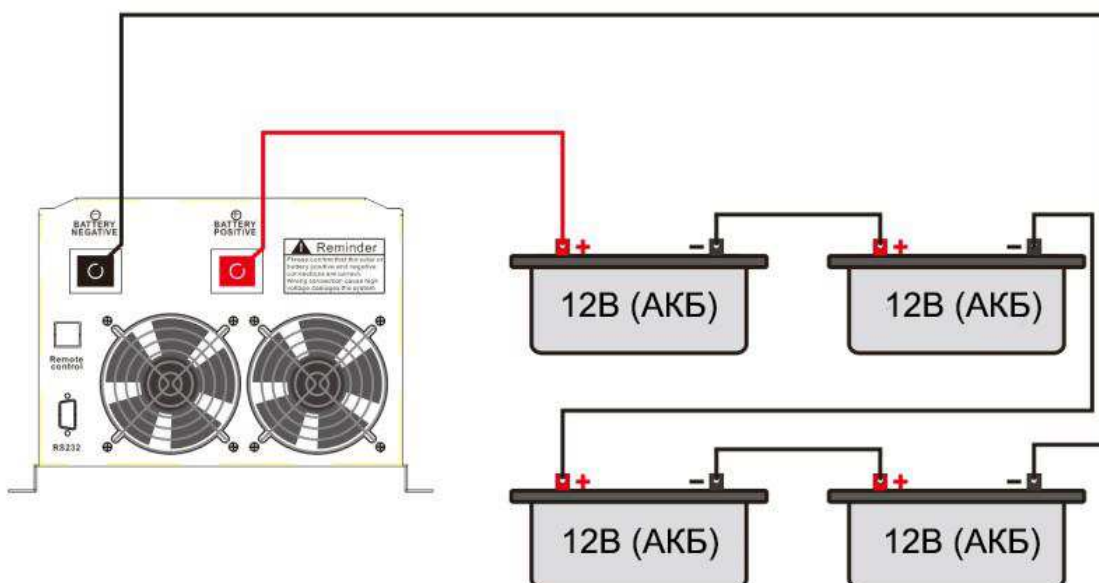

Рис.5
1.3 Схема подключения 48 В: (Рис.5)